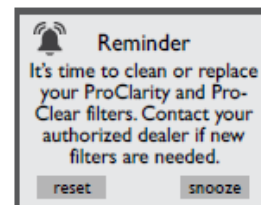

Figura 6.6h
4. Quando o temporizador expirar a contagem, uma mensagem será exibida no visor do painel de controle, Figura 6.6h. Os filtros deverão ser limpos ou substituídos. Siga as instruções acima para zerar o temporizador. Se você tocar em "snooze" (soneca), a mensagem será liberada, porém o ícone de erro  será exibido e a tela de lembrete reaparecerá em 10 dias. Consulte a seção 7.1, página 44, para obter as instruções de limpeza.